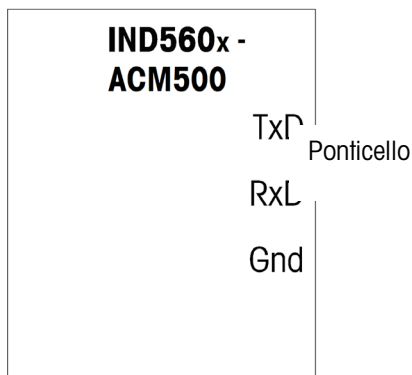

Figura 4-4: Ponticello collocato tra i terminali di trasmissione e di ricezione, COM1
1. Sistemare un ponticello tra i terminali di trasmissione e ricezione della porta COM, per essere testati come illustrato in Figura 4-4.